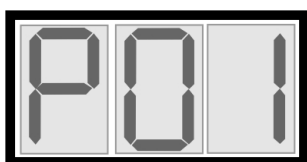

Fig. 3
5. Una vez reconocida la contraseña, se accede directamente a la lista de los pasos de programación. El primer paso de programación P01 se selecciona automáticamente (Fig. 3).